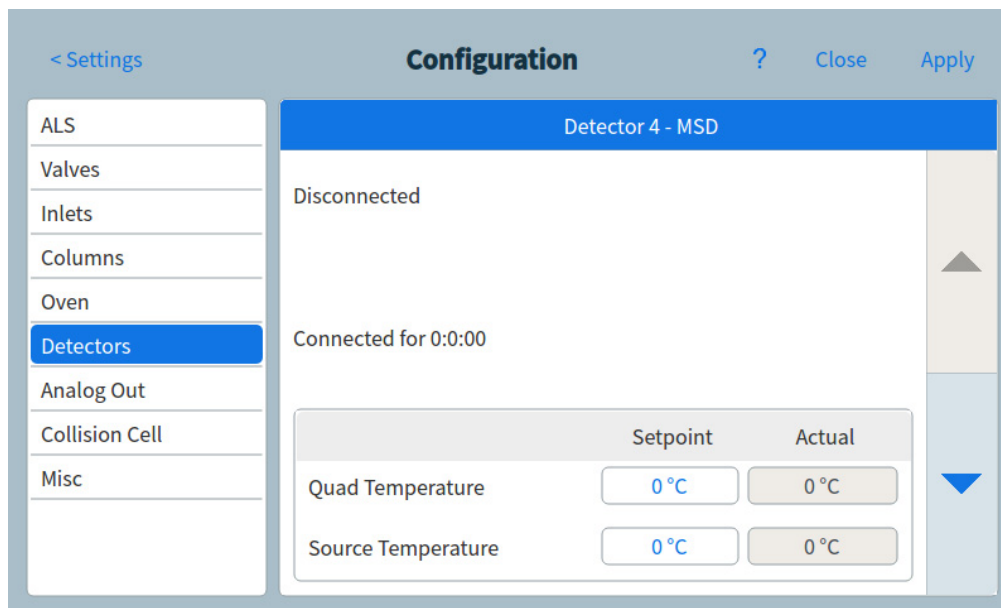

Figura 71. Página de parámetros del detector MSD
- 1 Seleccione **Ajustes (Settings)** > **Configuración (Configuration)** > **Detectores (Detectors)**. Consulte **Figura 71**.